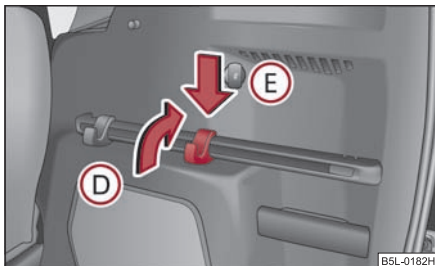

Fig. 97 Maletero: Desmontar los ganchos
- Desplazar los ganchos en la dirección de la flecha **B** a la posición deseada y doblarlos hacia abajo hasta el tope en la dirección de la flecha **C** ⇒ fig. 97.
- Abatir los ganchos en la dirección de la flecha **(C)** hasta el tope ⇒ página 90, fig. 97.